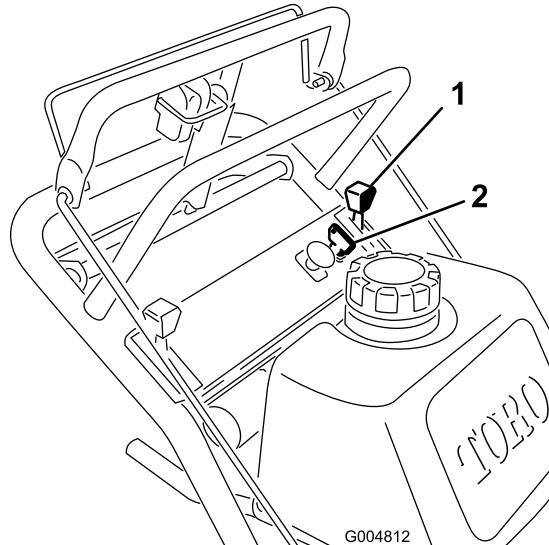

Figura 8
1. Mueva la palanca del acelerador a la posición Lento (Figura 8).
3. Gire la llave de contacto a Desconectado (Figura 8).